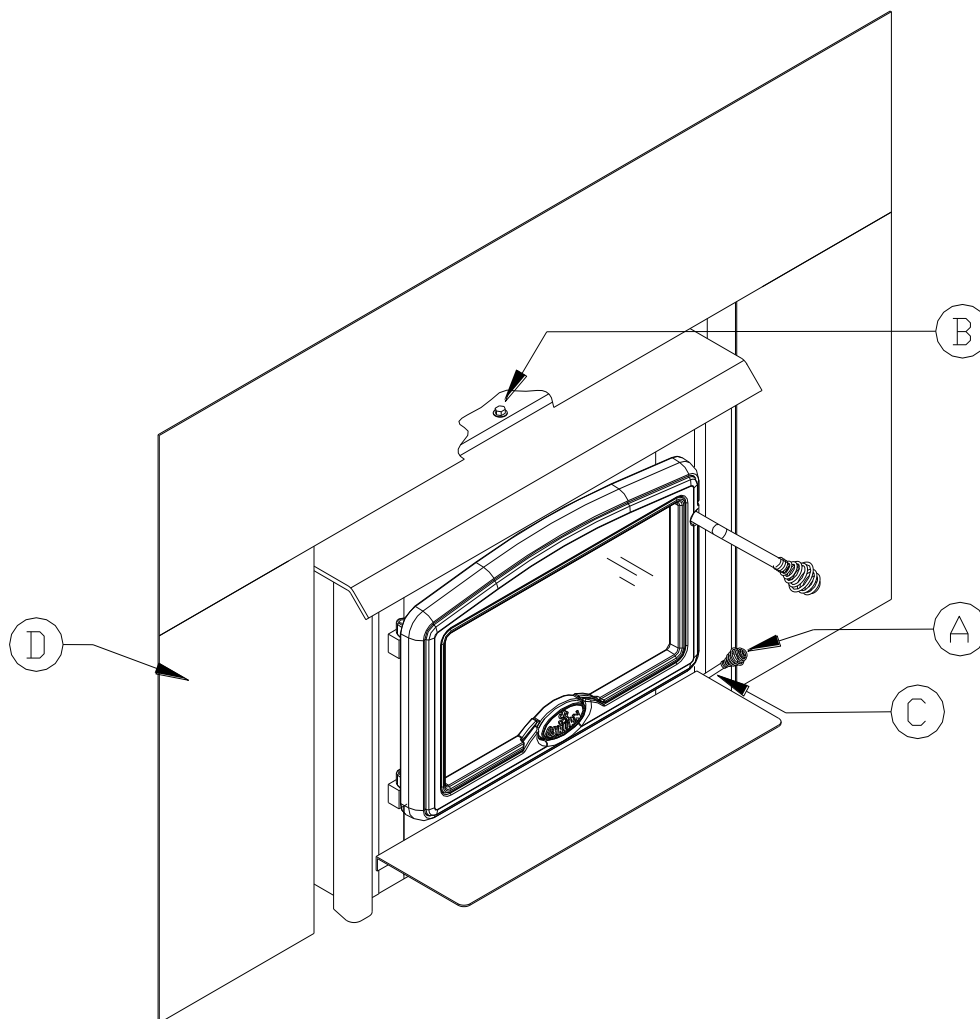

Figure 10
10. Poussez la tige de contrôle d'air (A) à fond. Faites revenir la rallonge réglable de la plaque avant à sa position originale en la faisant coulisser, jusqu'à ce que la plaque avant épouse parfaitement la façade du foyer (voir la figure 10). Il vous faudra employer une douille pied-de-biche de 11 mm (7/16") pour serrer l'écrou (B) situé juste au-dessus du dessus de l'encastable, au centre, de façon à bien fixer la rallonge réglable de la plaque avant au conduit supérieur de circulation d'air. Prenez la manette (C) du système de contrôle d'air et vissez-la sur la tige de contrôle d'air de 6.35 mm (1/4") de diamètre.